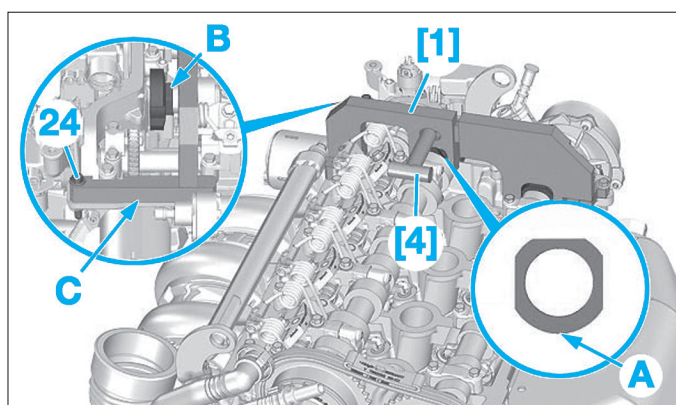

Fig. 13
- Fixer l'outil [2] avec une vis (23).
- Positionner l'outil d'immobilisation de l'arbre à cames d'admission [1] (Fig.13)